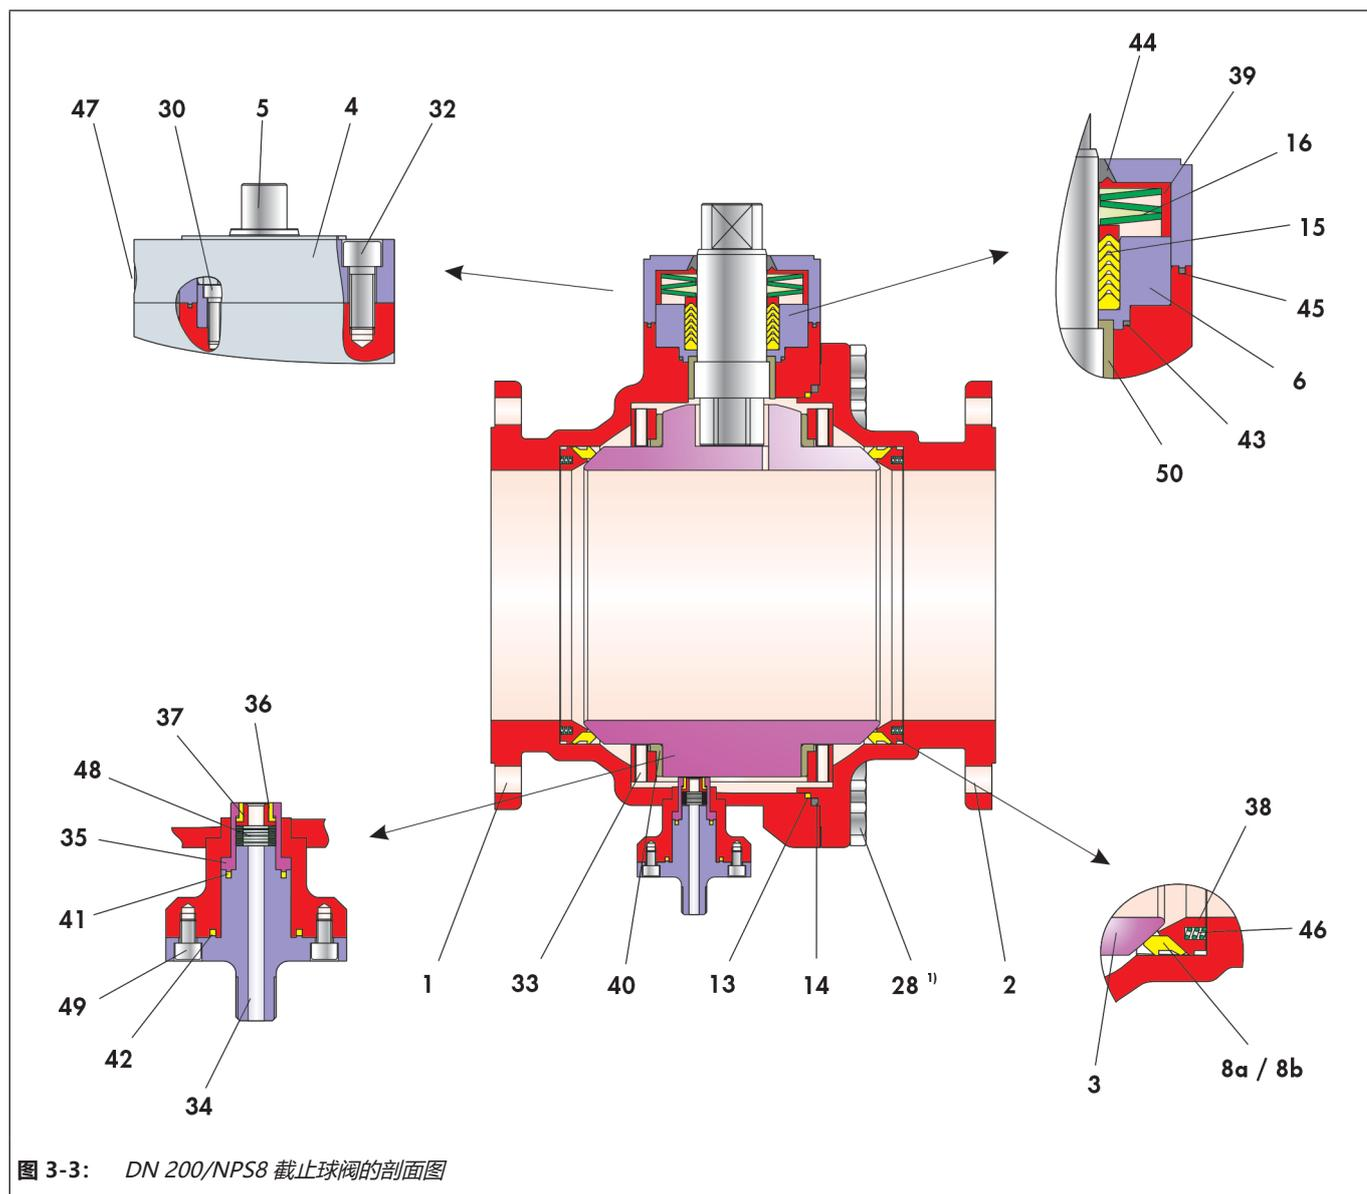

图 3-3: DN 200/NPS8 截止球阀的剖面图
在组装期间必须遵守图 3-3 中所示各个部件的位置和排布。
- ⇒ 将阀环 (43) 插入填料压盖衬套 (6)。
- ⇒ 用 V 形环填料 (15) 填充填料压盖衬套 (6)。有关 V 形套筒的排布, 请参见图 3-3。
- ⇒ 以轻微旋转运动 (但不要用力过大) 推动预组装填料轴承经过已组装的控制轴 (5) 的上方。
- ⇒ 用螺钉 (30) 以交叉方式匀力将填料轴承拧紧在一起。
- ⇒ 将盘簧组 (16) 放在 V 形环填料 (15) 上。有关弹簧垫圈的排布, 请参见图 3-3。
- ⇒ 推动衬套 (39) 经过控制轴 (5), 以使其停靠在盘簧 (16) 上并将其居中。
- ⇒ 小心地推动阀环 (44) 经过控制轴 (5) 直抵衬套 (39)。
- ⇒ 将阀环 (45) 插入填料箱法兰 (4) 的沟槽。
- ⇒ 将填料箱法兰 (4) 穿过控制轴 (5) 放到主阀体 (1) 上。
- ⇒ 轻轻润滑螺钉 (32)。
- ⇒ 用螺钉 (32) 均匀调整填料箱法兰 (4) 并以交叉方式拧紧。